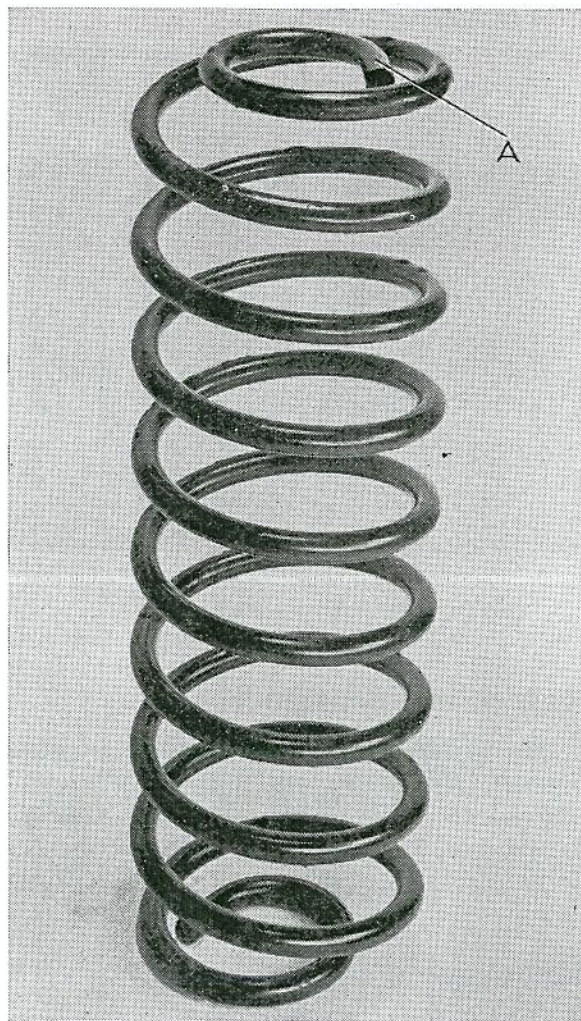

Bild 4. Bakfjäder.
1. Placera fjädern och gummimellanlägget (4) på sin plats och skruva fast fjädern vid karossen. Fjäders raka del (A, bild 4) skall peka snett inåt vagnen.